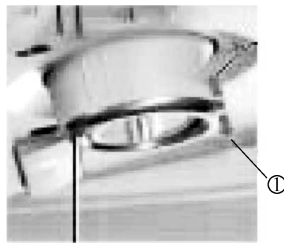

图 5-3-11 天窗玻璃开关按钮
① 打开点火开关。
② 旋转开关必须位于“天窗关闭”位置。
③ 如图 5-3-11 所示, 长按①键关闭, 且在整个(大约 10s)过程中, 保持在该位置。